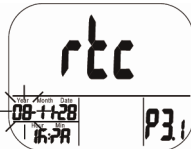

Abb. 13: Einstellen der Jahreszahl
- Drücken Sie die SET-Taste, um in den P 3.1-Modus zu gelangen. Links unten blinkt die aktuell eingestellte Jahreszahl (Abb. 13). Drücken Sie die ▲ Taste oder die MIN/MAX▼-Taste, um die Jahreszahl zu ändern.